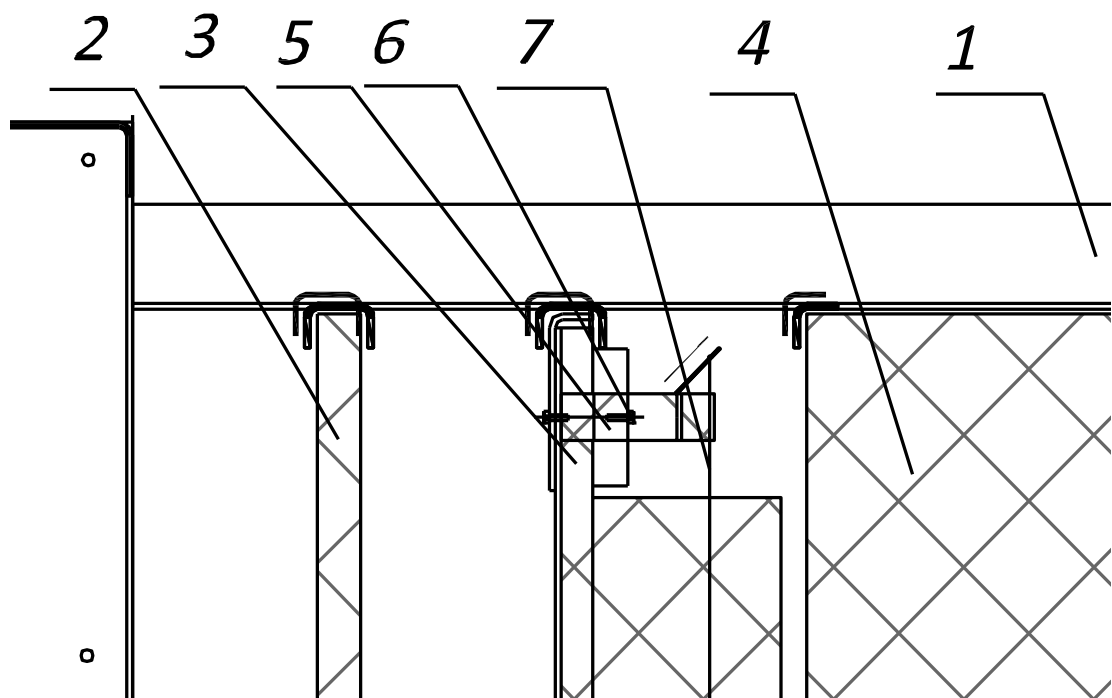

Рис. 4. Фрагмент электростатической ячейки:
- b. Извлечь ионизатор (Рис. 4, поз. 3) по направляющим из блока;
- b. Извлечь осадитель (Рис. 4, поз. 4) по направляющим из блока;
c. Пробой изоляторов (Рис. 4, поз.5) ионизатора (Рис. 4, поз.3);	• Заменить пробитые изоляторы (см. Раздел IV, п.2 данной Инструкции);
d. Обрыв коронирующего электрода (Рис. 4, поз.7);	• Заменить коронирующий электрод (см. Раздел IV, п.1 данной Инструкции);